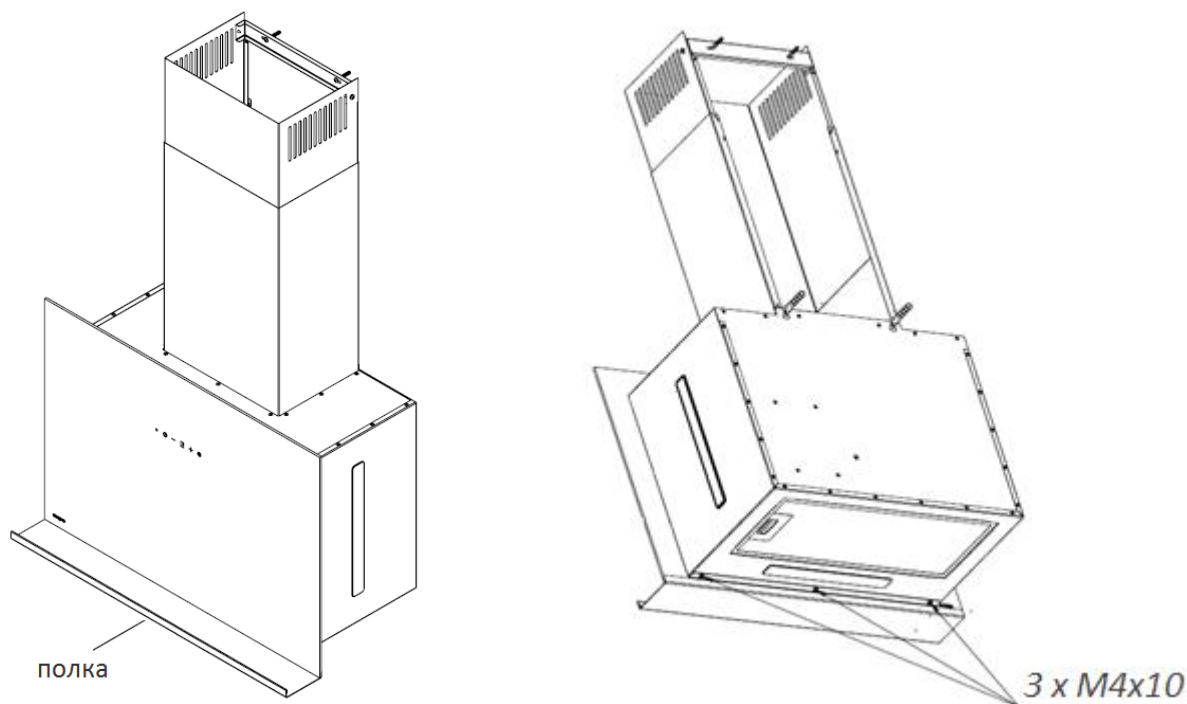

Рис. 3
1. Модель WK-9 Crystal имеет полку, которая крепится снизу вытяжки тремя винтами M4x10 (рис. 3).